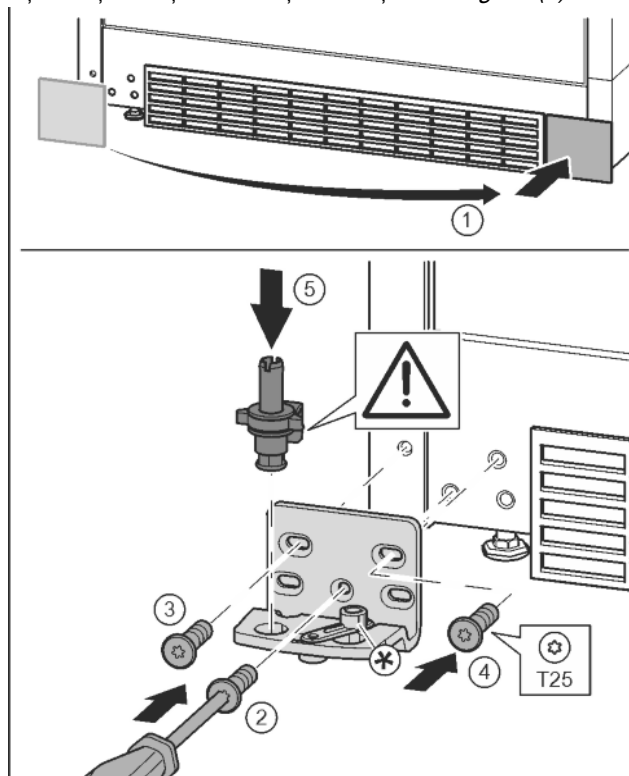

Fig. 14
- ▶ Detașați capacul și montați-l pe partea opusă. Fig. 14 (1)
- ▶ Aplicați suportul de lagăr pe partea opusă și înșurubați-l cu ajutorul unei șurubelnițe T25. Începeți cu șurubul 2 de jos din centru. Fig. 14 (2)
- ▶ Înșurubați ferm șurubul 3 și 4. Fig. 14 (3, 4)
- ▶ Introduceți complet bolțul de lagăr. Aveți grijă aici ca respectiva camă de cuplare să fie îndreptată către înapoi. Fig. 14 (5)